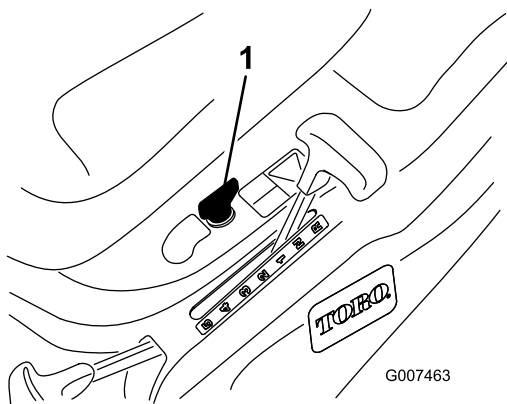

Figura 13
Se dovete utilizzare il comando delle lame (PDF) durante la retromarcia, escludete l'interruttore di sicurezza agendo sull'interruttore KeyChoice, situato accanto alla staffa del sedile (Figura 13).
2. Inserite la chiave KeyChoice nell'interruttore (Figura 13).